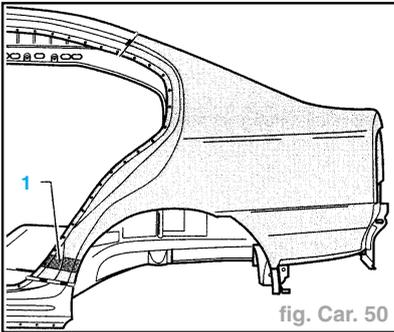

fig. Car. 50
- Séparer approximativement la pièce latérale (fig. Car. 50).